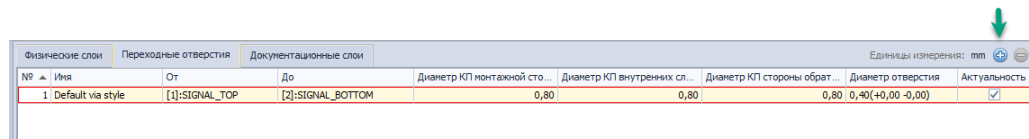

Рис. 19 Добавление переходного отверстия
2. Нажать на кнопку добавления переходного отверстия , которая расположена в верхней правой части окна редактора, см. Рис. 19.